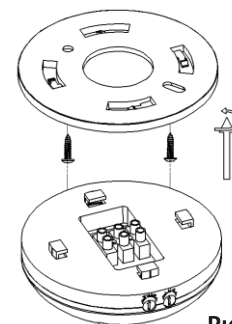

Рис.1
2. Поверните по часовой стрелке дно-основание сенсора и снимите его, как показано на Рис.1